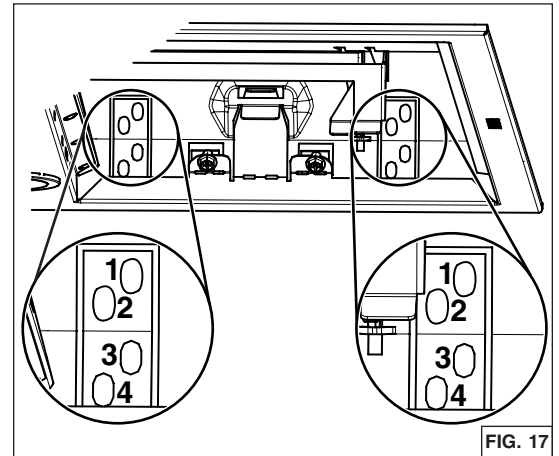

FIG. 17
3. Lever la hotte jusqu'à ce que son rebord s'appuie sur la base de l'armoire. Fixer la hotte à l'armoire à l'aide de 4 vis à bois n° 8 x 5/8 po incluses dans le sac de pièces (2 vis par côté). Utiliser les trous supérieurs ou inférieurs (1, 2, 3 ou 4) (FIG. 17).